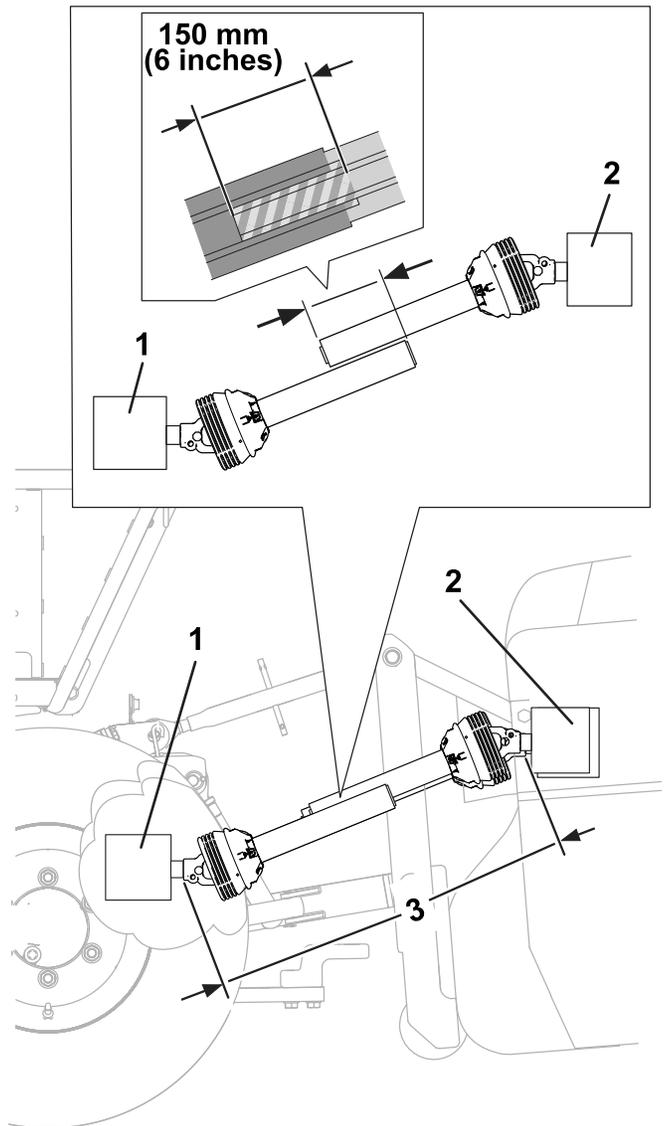

Figure 16
10. Élevez l'accessoire à la position où l'arbre de sortie de la PDF du groupe de déplacement et l'arbre d'entrée du boîtier d'engrenages sont les plus éloignés l'un de l'autre (Figure 16).
11. Maintenez les sections de l'arbre de transmission parallèles entre elles et vérifiez qu'elles se chevauchent sur 150 mm (6 po) ou plus (Figure 16).